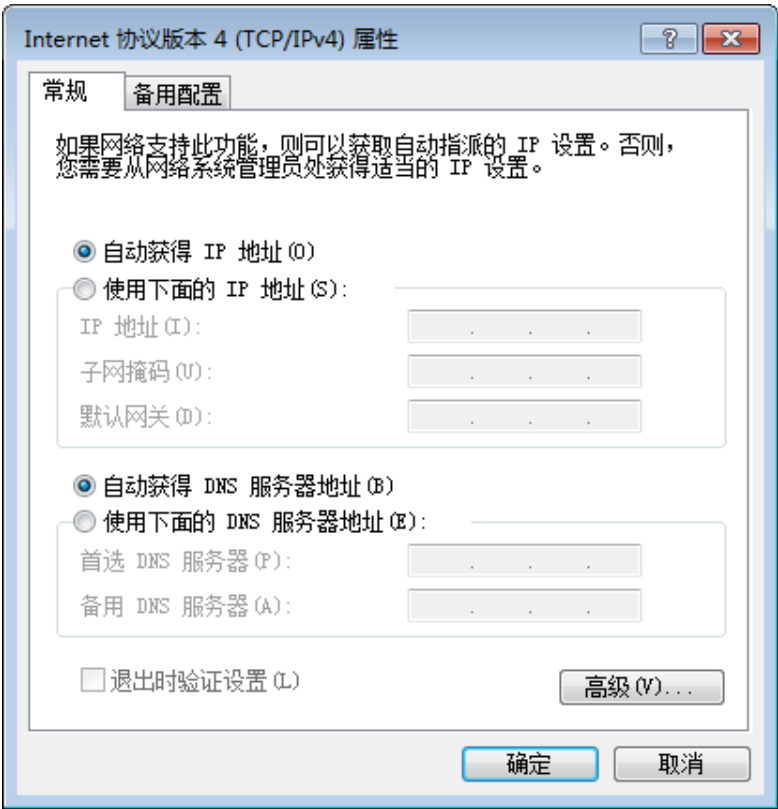

图3-2 本地网卡配置
1. 依次打开电脑上的控制面板——>网络和 Internet——>网络和共享中心——>更改适配器配置，选择对应的网卡，将网卡配置成自动获得 IP 地址或手动分配与相机同一网段地址，如图 3-2 所示。